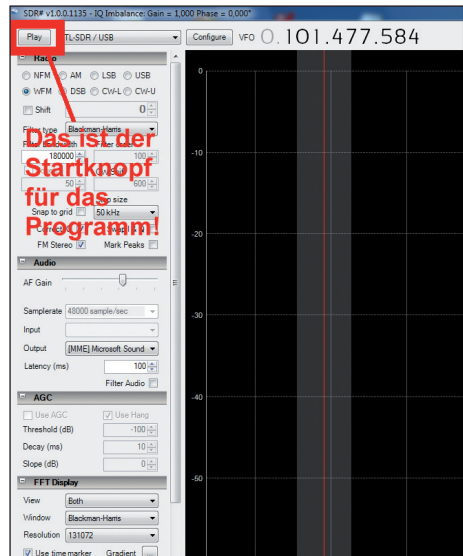

Bild 3: Diesen Startbildschirm benötigt man, es darf sich darin jedoch noch nichts bewegen
b. Jetzt kann das eigentliche Programm im gleichen Unterordner „sdrsharp“ durch Anklicken von „SDRsharp.exe“ aufgerufen werden und auf dem Bildschirm sollte Bild 3 zu sehen sein.